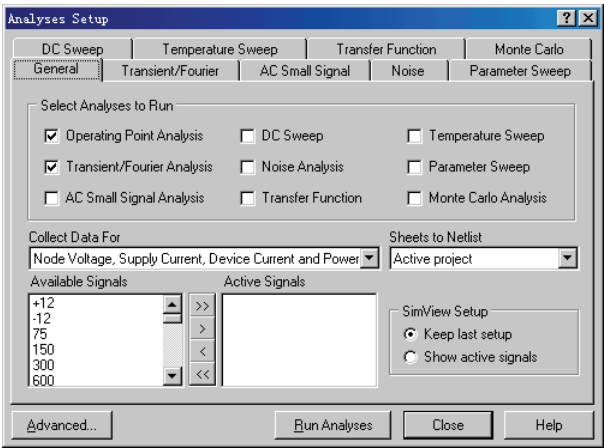

图 4-20 “Analyses Setup” 对话框
- 2) 选择“Setup”命令，将打开“Analyses Setup（仿真器设置）”对话框，如图 4-20 所示。在“General”选项卡中，可以选择分析类别。